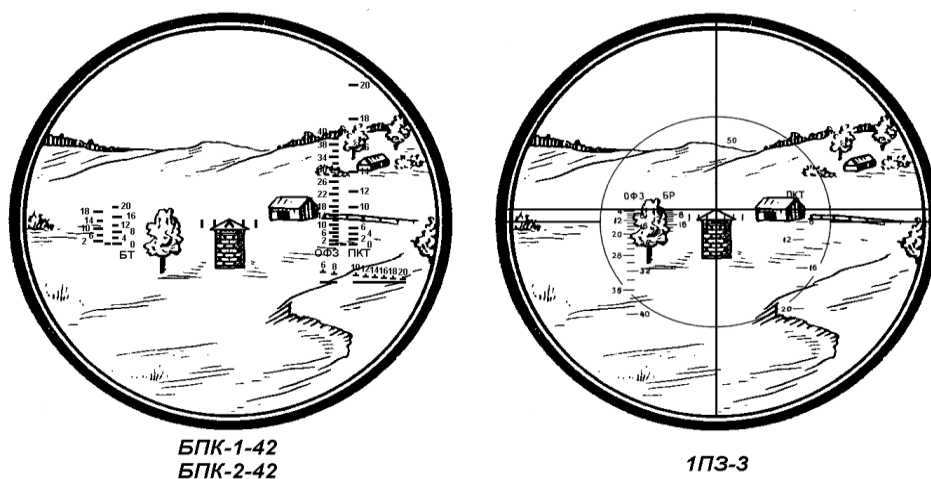

Рис. 105. Узгодження прицілів 1ПЗ-3 та БПК-2-42 (БПК-1-42)
- встановити чотириразове збільшення та кут прицілювання «0» у прицілі 1ПЗ-3 та гвинтами механізмів вивірення прицілу 1ПЗ-3 вивести перехрестя вертикальної та рухомої горизонтальної нитки в ту саму точку (рис. 105)